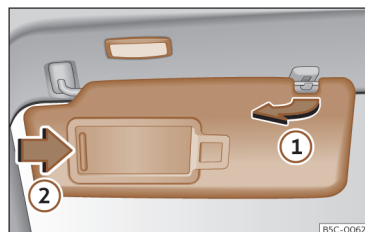

Fig. 115 Pala do sol.
- A pala do sol pode ser puxada para fora da fixação e ser virada para a porta >>> **Fig. 115 ①**.